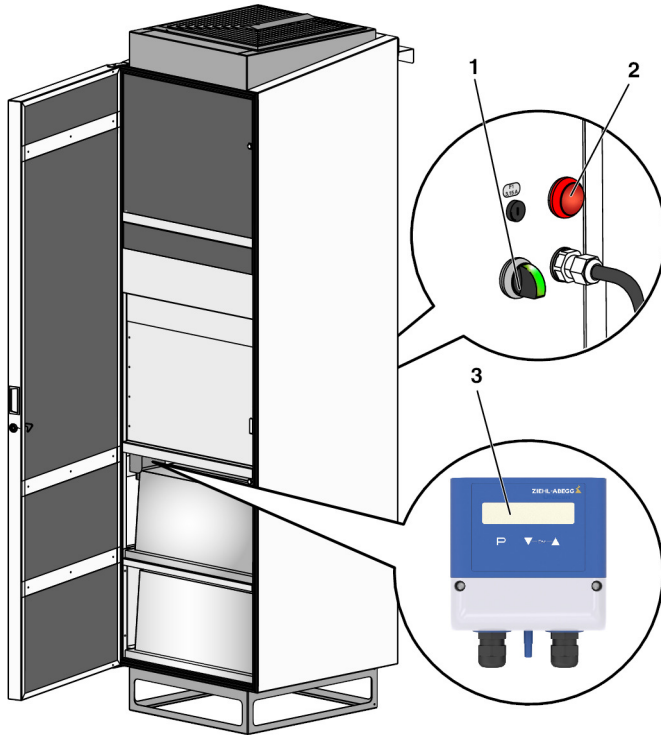

Abb. 12: Statusanzeigen
2. ▶ Gerät am Hauptschalter (Abb. 12 /1) einschalten.
- ▶ Gerät am Hauptschalter (Abb. 12 /1) ausschalten.